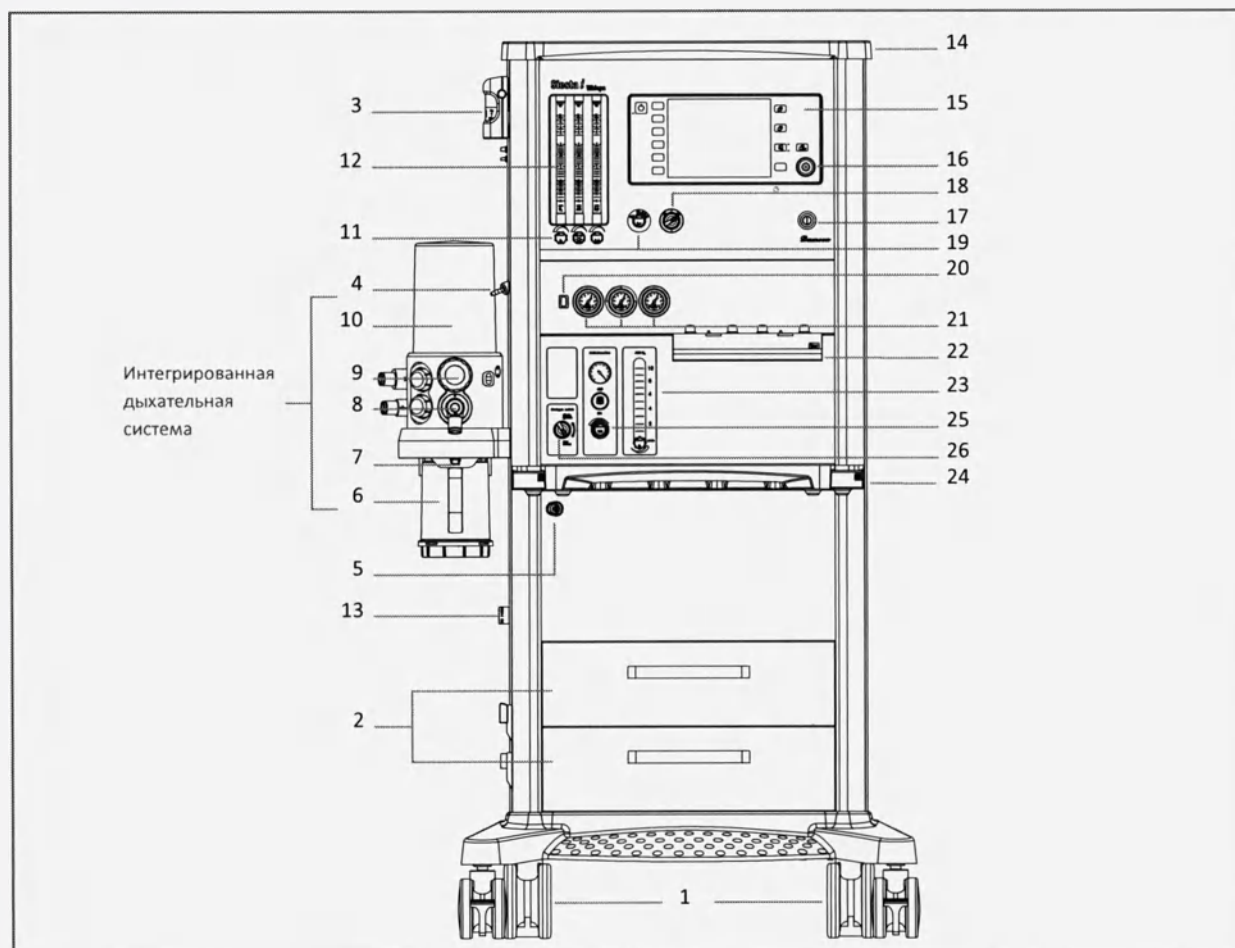

Рис. 3-1. Наркозный аппарат Siesta i Whispa, вид спереди
- Активируйте поток AGSS и убедитесь, что в индикаторе потока (3 на рис. 3-1) виден желтый шарик. Поток AGSS может создаваться либо аппаратом (опция), либо одним из устройств AGSS лечебного учреждения. Если поток AGSS формируется аппаратом, активируйте его, нажав красный/зеленый штырек над индикатором потока (3 на рис. 3-1).
- Поверните переключатель свежего газа (26 на рис. 3-1) в положение «Замкнутая система».
Встроенный аккумулятор заряжается ТОЛЬКО в том случае, если блок ИВЛ подключен к электросети и кнопка включения/выключения (17 на рис. 3-1) находится в положении «включено». Если блок ИВЛ не использовался в течение длительного времени, встроенный аккумулятор необходимо заряжать приблизительно 12 часов.